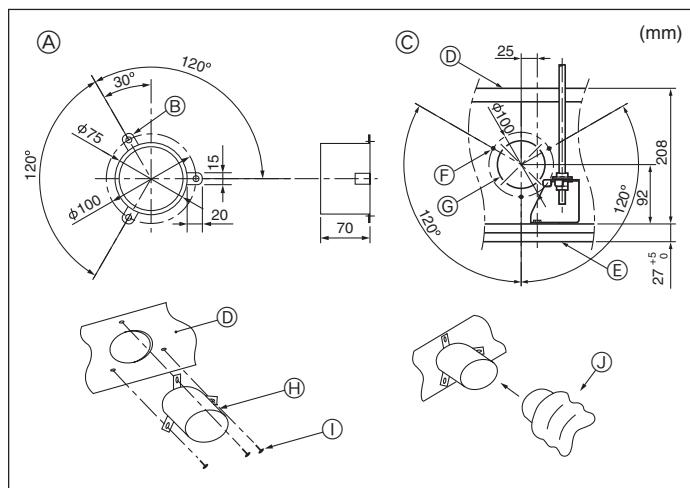

Fig. 2-3
2.3. Deliğin montajı (temiz hava giriş durumunda) (Fig. 2-3)